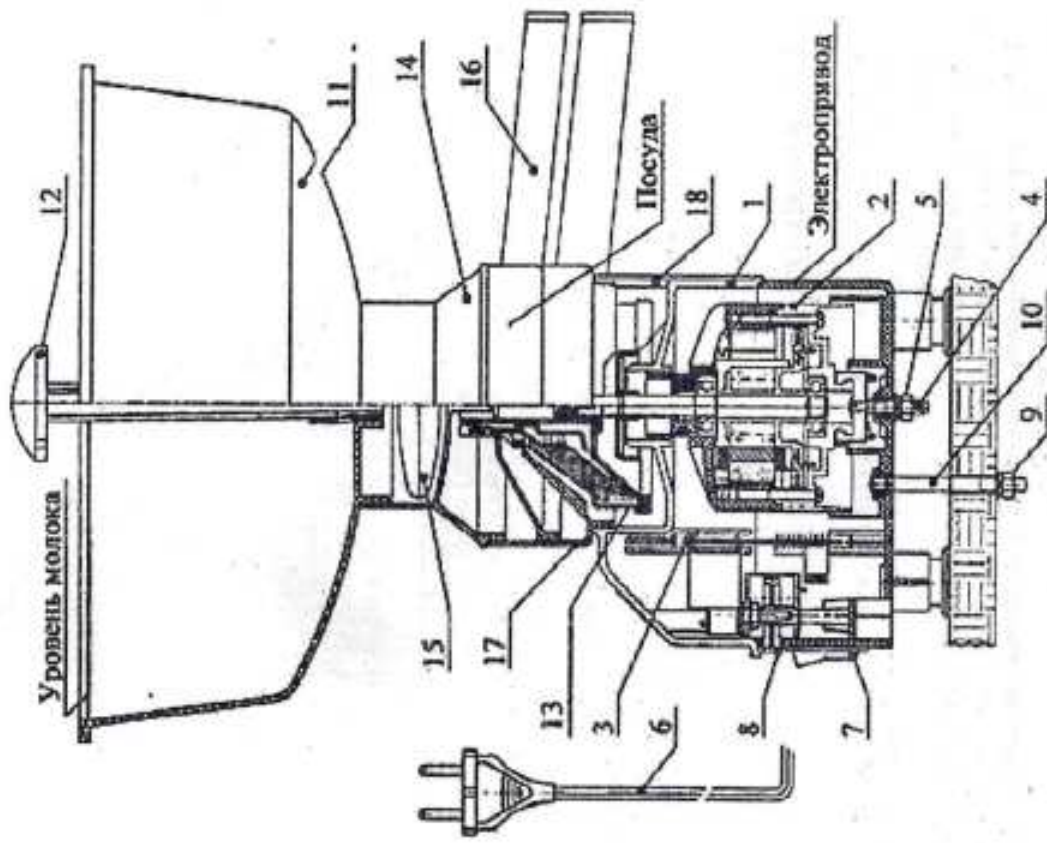
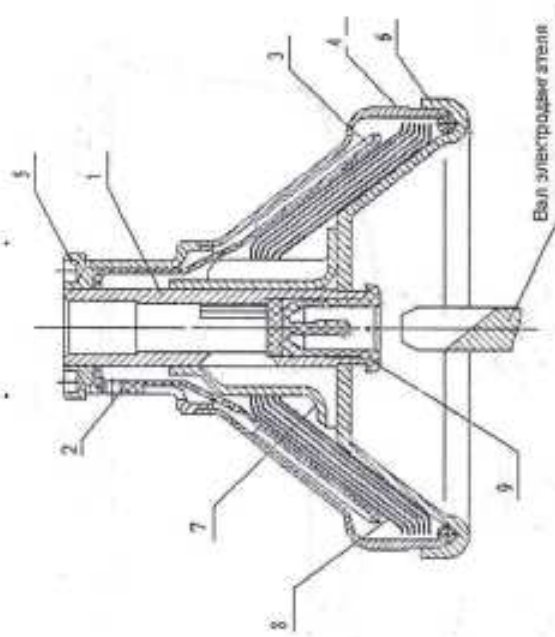
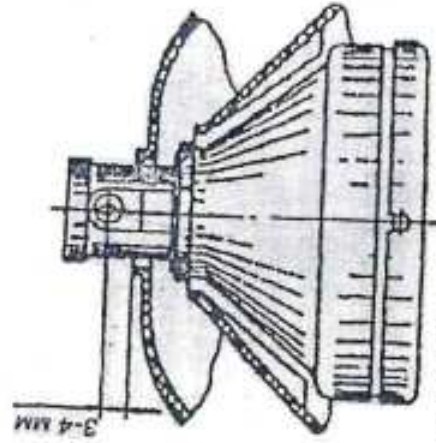

Рисунок 1 — Устройство сепаратора
Рисунок 2 - Барабан в сборе
Рисунок 3 – Регулировка барабана
- 4.3 Периодически проверяйте затяжку гайки поз.5, служащей для закрепления винта поз.4, не нарушая установленного положения барабана по высоте (см. рис.1, рис.2, рис.3).
5.2 Электропривод (рис.1) представляет собой пластмассовый корпус 1, в котором на упругих опорах закреплён электродвигатель 2 с платой управления 3.
Посуда (рис.1) состоит из приёмника молока 11, крана 12, камеры ползавковой 14 с ползавком 15, приёмника сливок 16, приёмника обезжиренного молока (обрата) 17.
5.4 Барабан (см. рис.2) — основной узел сепаратора. Барабан сепаратора состоит из основания 1 с запрессованной в него втулкой 9, кольца уплотнительного 6, тарелкодержателя 7, пакета тарелок 8 (11 тарелок), тарелки разделительной 3 с регулировочным винтом 2, крышки барабана 4 и гайки 5.
6.3 Сборку барабана (рис.2) проводить в следующем порядке:
6.5 Установить корпус привода сепаратора на рабочем месте (рис.1), закрепить шпильку 10 на столе, расположенном строго горизонтально.
Отрегулировать положение барабана по высоте (см. рис.3). Затем установить камеру поплавковую 14 с поплавком 15, молокоприемник 11 с краном 12.
Для устранения этого режима выключатель 7 (рис.1) установить в положение «0», звуковой сигнал должен прекратиться. Проверить правильность установки посуды и барабана. Повторить запуск сепаратора (п. 7.1 настоящего «Руководства...»).
7.6 Регулировку жирности сливок производить вращением винта регулировочного 2 (рис.2). При ввертывании винта жирность сливок увеличивается, при вывертывании - уменьшается. При эксплуатации сепаратора, дополнительно к регулировке жирности вворачиванием (выворачиванием) регулировочного винта, более жирные сливки можно получить при установке барабана по высоте на 3 мм, менее жирные при установке барабана на 4 мм (рис.3).
При пониженной жирности молока для увеличения жирности сливок рекомендуется уменьшить подачу молока краном 12 (рис.1).
8.2 Регулировка барабана по высоте (рис.3) производится следующим образом: соборанный барабан посадить на вал электроприводителя так, чтобы выступ втулки основания барабана вошел в прорезь вала электроприводителя. Установить на верхнюю часть электропривода без перекосов приемник обезжиренного молока и сливков.
8.3 Ослабить гайку 5 (рис.1) и вращением винта регулировочного 4 установить требуемый для нормальной работы электросепаратора зазор не менее 3мм и не более 4 мм между верхней кромкой конической части приемника сливок и центром винта регулировочного 2 (рис.2). Не нарушая установленного положения, затянуть гайку 5 (рис.1).